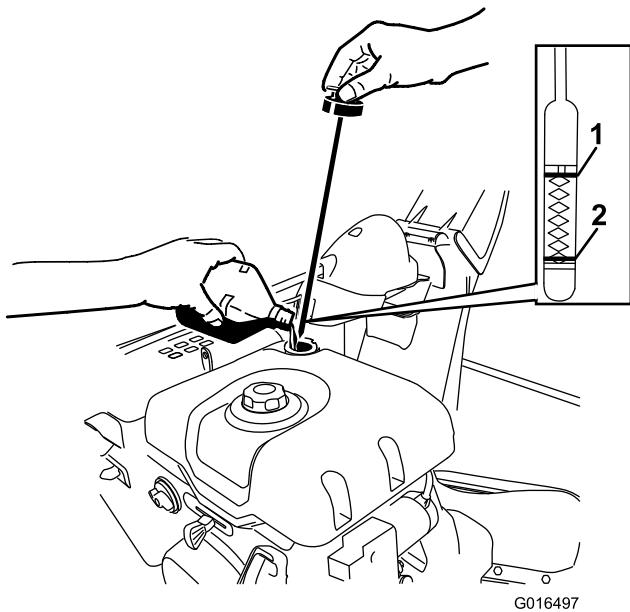

Figure 50
- Retirez la jauge et versez de l'huile lentement dans le goulot de remplissage pour faire monter le niveau de liquide jusqu'au repère maximum sur la jauge (Figure 50). **Ne remplissez pas excessivement.**